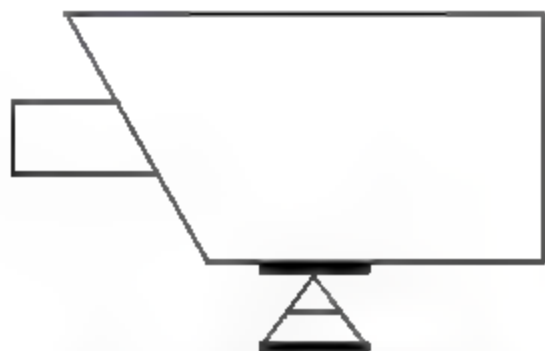

图7-34 打开素材
- 01 单击快速访问工具栏中的【打开】按钮, 打开本书配备资源中的“素材\第7章\7-5 插入属性图块.dwg”文件，如图7-34所示。